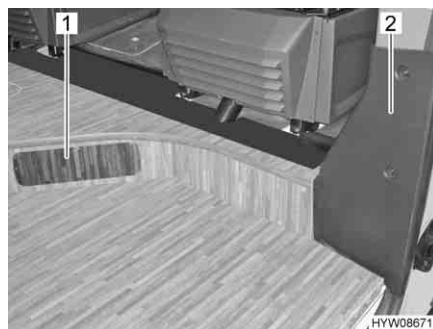

Bild 48 Abdeckung Relaisbox AD01
**C 550:** Die Relaisbox AD01 ist im Fußbodenpodest hinter einer Abdeckung (Bild 48,1) eingebaut.
**C 600, C 640:** Die Relaisbox AD01 ist in die B-Säule auf der rechten Seite hinter einer Abdeckung (Bild 48,2) eingebaut.